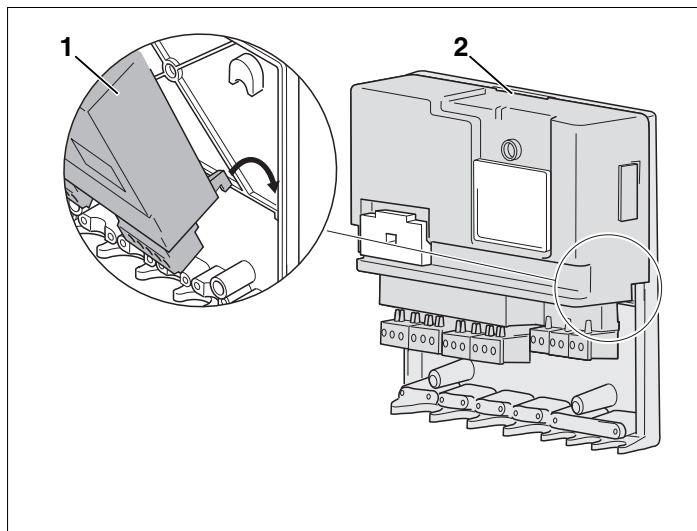

Рис. 10 Вставить и защелкнуть функциональный модуль
- Установить функциональный модуль (Рис. 10, **поз. 1**) сначала снизу в настенный кронштейн, затем защелкнуть на замок (Рис. 10, **поз. 2**).